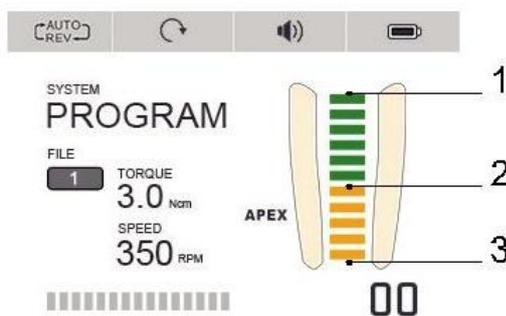

Рисунок 30
5.5.3 Изображение увеличенной области апикального отверстия в режиме измерения общей длины апикального отверстия выглядит следующим образом (см. Рисунок 30):
### Примечания (см. Рисунок 30):